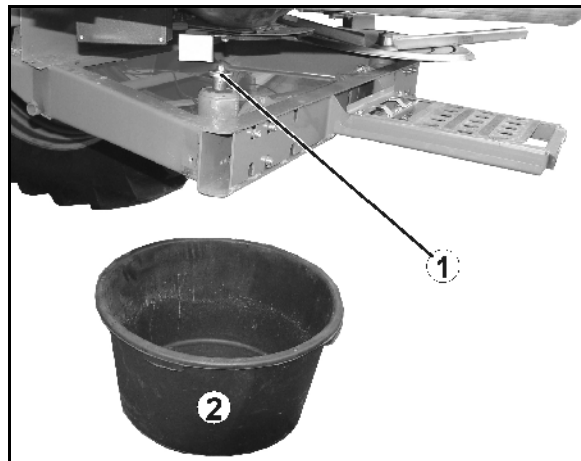

Bild 52
2. Lossa på vingskruvarna (Bild 52/1) till de båda spridarskivorna.
6. Ställ en uppsamlingshink (Bild 52/2) för gödsel under den vänstra utloppsöppningen.